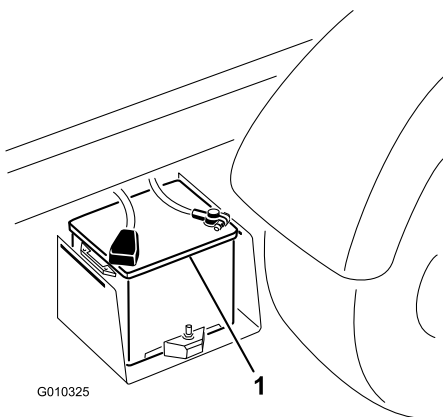

Figura 6
5. Cuando la batería esté cargada, desconecte el cargador de la toma de electricidad y de los bornes de la batería (Figura 6).